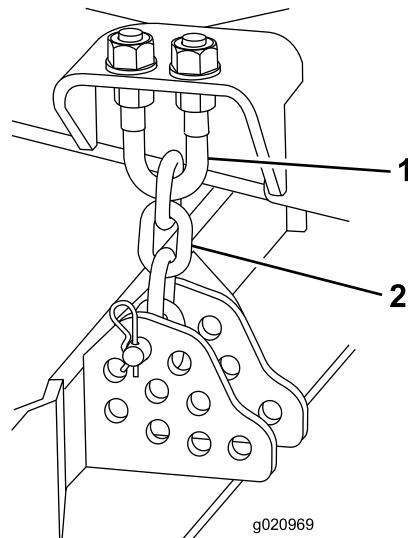

Figura 73
3. Retire el pasador de horquilla y la chaveta que fijan las cadenas de ajuste de la altura de corte a la parte trasera de la unidad de corte (Figura 73).